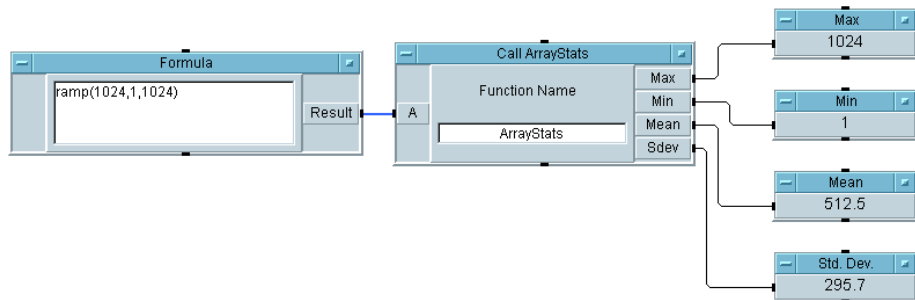

図 7-3. ユーザ関数 ArrayStats を呼出す方法
6. プログラムを実行します。図 7-3 のように表示されます。プログラムを「array_stats.vee」のファイル名で保存します。